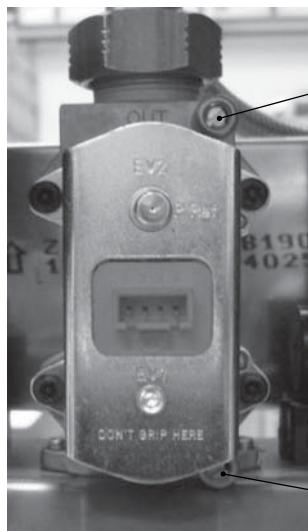

Рисунок 7.1
Выключив котел (приведя в нерабочее состояние), проверьте давление питания при помощи отвода 30 см. Рисунок 7.1 и сравните считанное значение со значениями, приведенными в таблице "Давление газа на подаче" в разделе "Технические данные M290.24CM/..." на с. 24, "Технические данные M290.28CM/..." на с. 26 и "Технические данные M290.32CM/..." на с. 28.
- Тщательно закройте отвод для замера давления 30 см. Рисунок 7.1.
- Откройте отвод для замера давления 30 см. Рисунок 7.1 и подсоедините манометр.